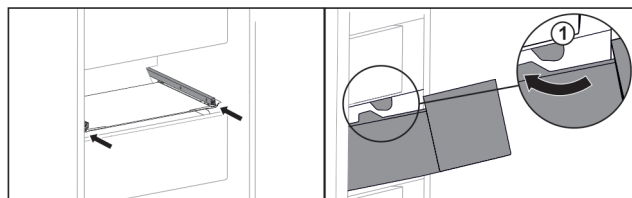

Fig. 37
- ▶ Прокарайте чекмеджето около ограничителите Fig. 37 (1).*